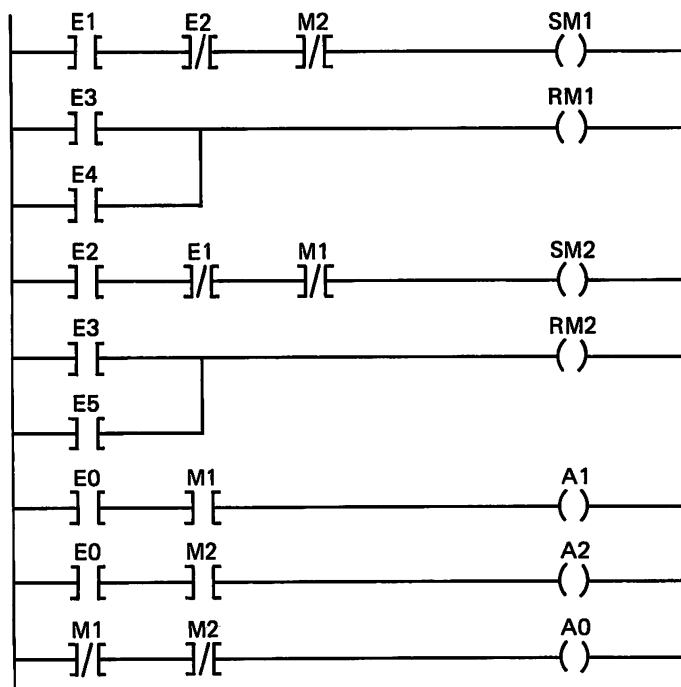

Bild F19.2
c) Der Kontaktplan ist in Bild F19.2 aufgezeichnet.